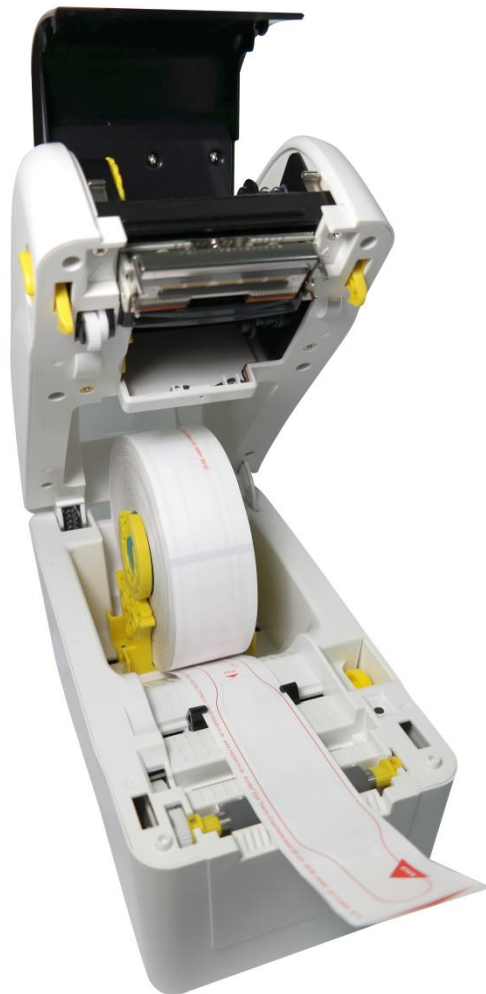

Bild 1
- Armbandrolle in den Drucker einlegen (siehe Bild 1 + Handbuch des Druckers)